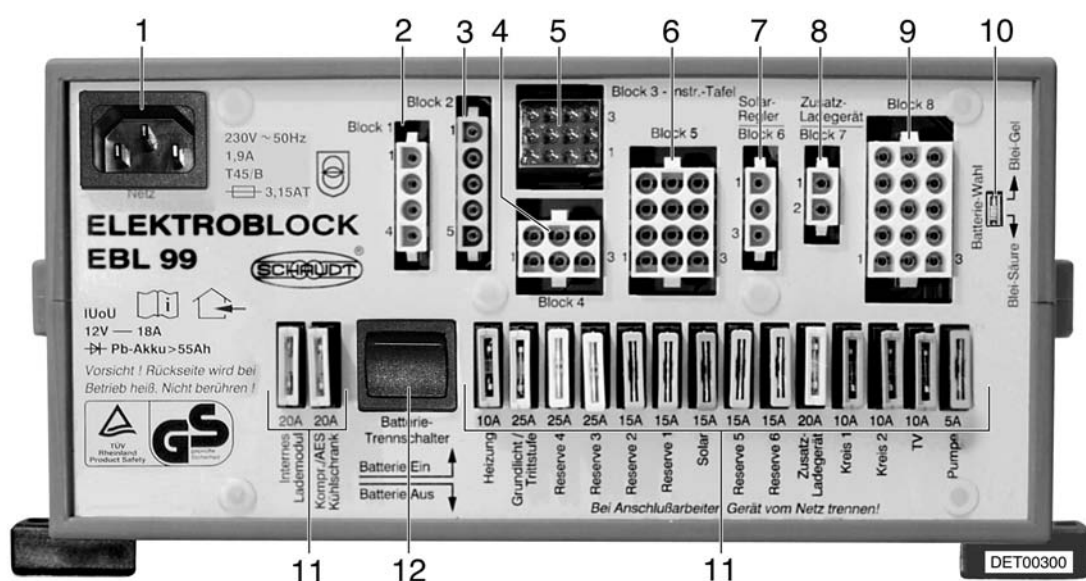

Fig. 52 Centralina elettrica EBL 99
La centralina elettrica (Fig. 52) è situata dietro il sedile del guidatore, nel sedile.
L'interruttore staccabatteria (Fig. 52,12) serve a disinserire tutte le utenze a 12 V dell'abitacolo. In tal modo si evita uno scaricamento eccessivo della batteria dell'abitacolo nei lunghi periodi di fermo del veicolo (per esempio in occasione di inattività temporanea).
- L'impostazione di stabilimento del selettore batteria (Fig. 52,10) ("Piombo-Gel") non deve essere modificata.